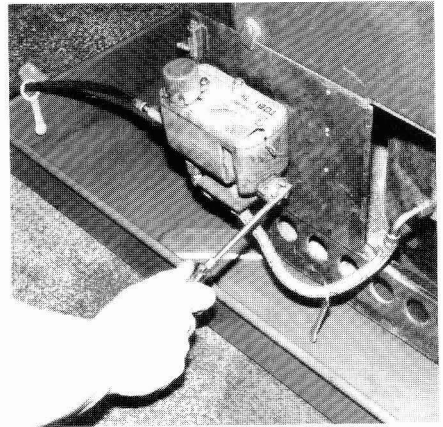

Bild 44
- Verschlußschraube herausdrehen (Bild 44).